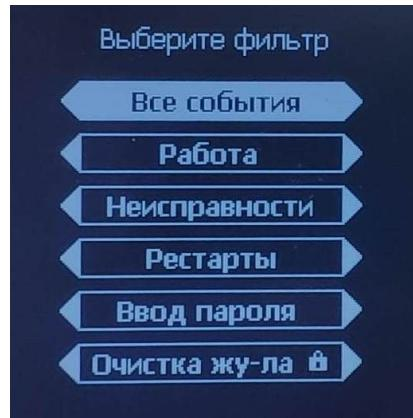

Рисунок 2 – Фильтр журнала событий
1. «**Журнал**» – раздел предназначен для просмотра журнала событий. В журнале предусмотрен фильтр событий (см. рисунок 2).